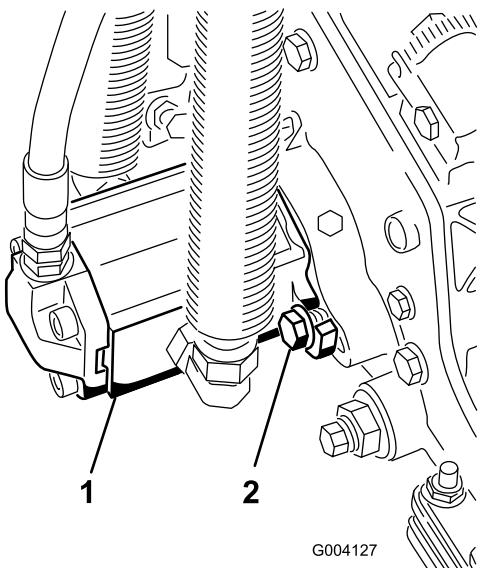

図 13
15. モータを手に持ち、右回りにひねってモータのフランジをボルトから逃がしながら、キャップスクリュにモータをセットする（図 13）。モータを左回りにひねって、ボルトにフランジをしっかりと掛け、ボルトを締めてモータを固定する。